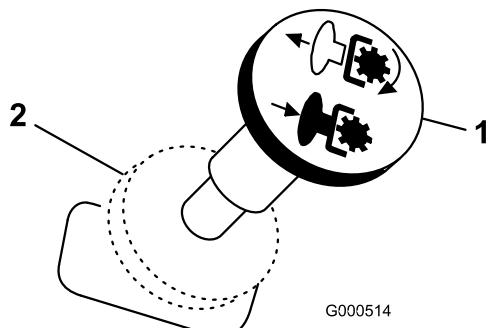

Figure 10
- Placez la commande de prise de force (PDF) en position désengagée (Figure 10).
- Placez la commande de PDF en position désengagée (Figure 10).